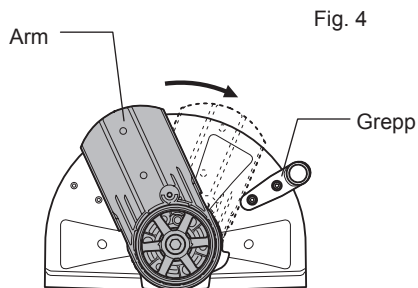
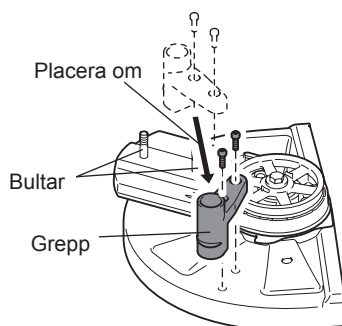

Fig. 4
Fig. 5
- (5) Vrid armen tills den kommer i kontakt med greppet och sätt tillbaka spindellåset för hand i dess ursprungliga läge. (Fig. 4) Ändra greppets läge. (Fig. 5)